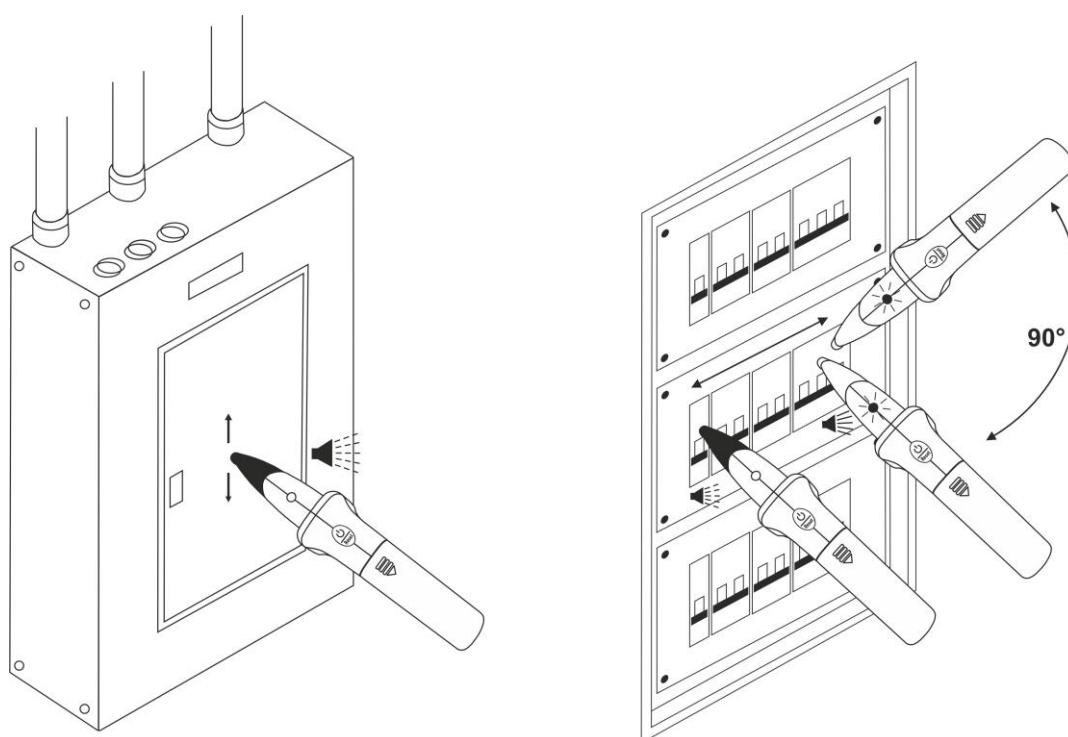

Fig. 4: Localizzazione del dispositivo di protezione
5. Portarsi in prossimità del quadro elettrico in cui il suono intermittente è di intensità maggiore spostando l'elemento sensibile in diverse direzioni (vedere Fig. 4 – parte sinistra)
- In caso di difficoltà ad individuare il dispositivo di protezione cercato (ad esempio due dispositivi adiacenti forniscono una simile intensità sonora) ruotare di 90° il ricevitore (vedere Fig. 4 – parte destra) in modo da facilitare la ricerca del segnale. In generale seguire l'angolazione con cui è stato montato il dispositivo all'interno del quadro